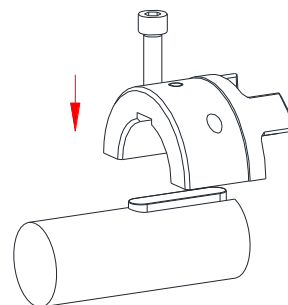

Figura 15: Montagem da meia concha
- Coloque a meia concha superior do primeiro cubo SPLIT com os parafusos de cabeça cilíndrica colocados sobre o veio (ver figura 15).